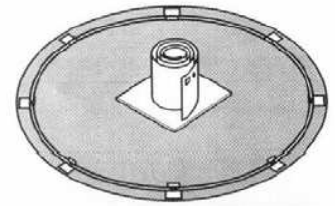

fig. 13
- Retirez la paroi enroulée de la boîte et déposez-la debout sur un carton placé au centre du cercle (Fig. 13). Le trou prévu pour l'installation du skimmer doit se situer en haut de la paroi.